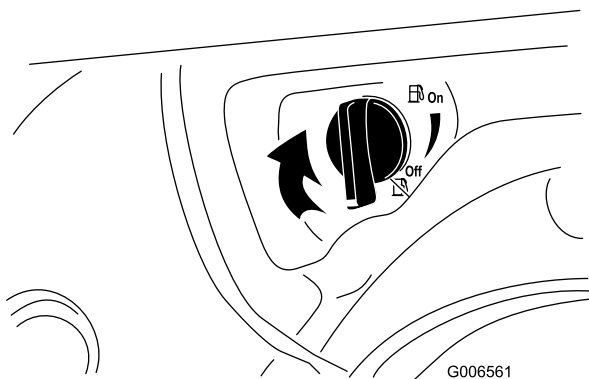

Figura 32
4. Feche a válvula de corte de combustível rodando-a no sentido dos ponteiros do relógio (Figura 32).